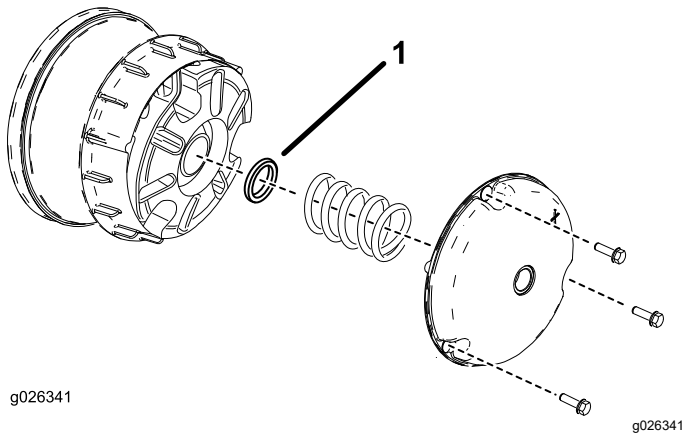

Figura 51
1. Retire os parafusos que prendem a cobertura principal da embraiagem como se mostra na Figura 51.